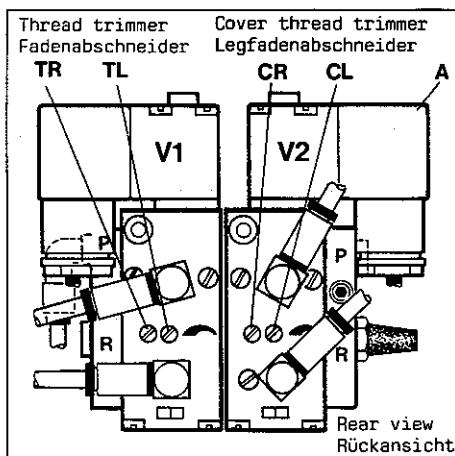
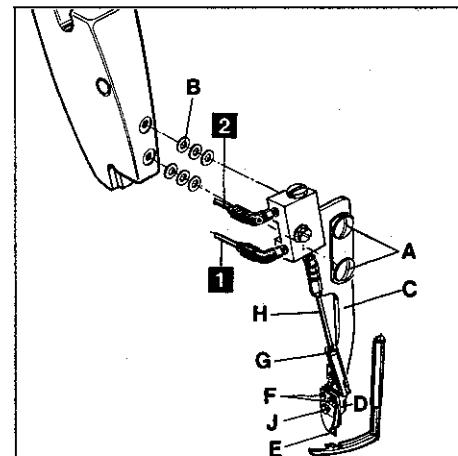

Fig.62
Fig.63
6.1 Keep power and air supply of cover thread trimmer disconnected by loosening the securing screw and pulling-out plug (A, Fig. 62) on valve (V2) and by disconnecting the PA-tubes (1 and 2, Fig. 63) on the air cylinder of the trimmer. Insert the ten prong plug of the thread trimmer drive on the motor. Switch-on the motor. Switch-on the air supply on toggle lever valve under the table board. Sew and cut the looper and the needle threads with fabric under the presser foot. The machine stops with needles in up position. Switch-off motor and air supply.
Hint: Also with the cover thread trimmer not yet assembled to the head cover, the needles can be set to up position as described. Assemble the cover thread trimmer with two screws (A, Fig. 63) and four or six washers (B) on the head cover (K) of the machine. Use the washers only in pairs and only so many that the holder (C) of the cover thread trimmer will not contact the head cover (K). Temporarily only snug screws (A) and make sure that the cover thread trimmer does not damage the spreader.
6.1 Trennen Sie den Legfadenabschneider von der Strom- und Luftzufuhr durch Lösen der Sicherungsschraube und herausziehen des Steckers (A, Fig. 62) am Ventil (V2) und durch Lösen der PA-Schläuche (1 und 2, Fig. 63) am Luftzylinder des Abschneiders. Stecken Sie den 10 poligen Stecker des Fädenabschneider-Antriebs am Motor ein. Schalten Sie den Motor ein. Schalten Sie die Luftzufuhr am Kippebelventil unter der Nähischplatte ein. Nähen Sie und schneiden Sie den Greifer- und die Nadelfäden im Stoff ab. Die Maschine näht mit den Nadeln in Hochstellung. Schalten Sie Motor und Luftzufuhr aus.
Hinweis: Auch wenn der Legfadenabschneider noch nicht am Kopfdeckel angebracht ist, können die Nadeln, wie beschrieben, in Hochstellung gebracht werden. Montieren Sie den Legfadenabschneider mit zwei Schrauben (A, Fig. 63) und vier oder sechs Scheiben (B) an den Kopfdeckel (K) der Maschine. Verwenden Sie die Unterlagscheiben nur paarweise und nur so viele, daß der Halter (C) des Legfadenabschneiders am Kopfdeckel (K) nicht anliegt.
6.2 Loosen the two screws (F, Fig. 63), fastening the trimmer to holder (C) and set it so that it clears the spreader with sewing thread size. Rotate the pulley manually several times when making this adjustment and check the clearance of the trimmer to spreader and needle holder. Retighten screws (F).
6.3 The tip of the movable thread catch knife (D, Fig. 63) should be flush with the fixed knife (E). For adjustment loosen nut (G) and turn connecting rod (H) accordingly. Use two open-end wrenches with 4 mm (5/32 in.) size of jaw for making this adjustment. Retighten nut (G).
6.4 The clamping pressure for the top cover thread and the cutting pressure of the knives can be adjusted with screw (J, Fig. 63) if required. Reconnect the cover thread trimmer to power and air supply.
6.2 Lösen Sie die beiden Schrauben (F, Fig. 63) mit denen der Abschneider am Halter (C) befestigt ist und stellen Sie ihn so, daß er zur Legerspitze mit Nähgarnstärke freigeht. Drehen Sie bei dieser Einstellung die Handrad-Riemenscheibe mehrmals von Hand durch und überprüfen Sie die Freigängigkeit des Abschneiders zum Leger und zum Nadelkopf. Ziehen Sie die Schrauben (F) wieder an.
6.3 Die Spitze des beweglichen Fadenfängermessers (D, Fig. 63) soll mit dem feststehenden Messer (E) bündig sein. Zur Einstellung lösen Sie die Mutter (G) und drehen die Schubstange (H) entsprechend. Verwenden Sie zur Einstellung zwei Gabelschlüssel mit 4 mm Schlüsselweite. Ziehen Sie die Mutter (G) wieder an.
6.4 Der Klemmdruck für den Oberlegfaden und der Schneiddruck der Messer kann, bei Bedarf, mit der Schraube (J, Fig. 63) eingestellt werden. Schließen Sie den Legfadenabschneider wieder an der Strom- und Luftzufuhr an.
The speed for the movement of the thread trimmer mechanism to the left for cutting is regulated with screw (TL, Fig. 62) and the speed for the movement to the right in home position is regulated with screw (TR) on valve (V1).
The speed for the movement to open the movable thread catch knife on the cover thread trimmer is regulated with screw (CL, Fig. 62) and the movement for clamping and cutting the thread is regulated with screw (CR) on valve (V2).
Die Geschwindigkeit für die Bewegung des Fadenabschneidermechanismus nach links zum Schneiden wird mit der Schraube (TL, Fig. 62) und für die Bewegung nach rechts in die Ruhestellung mit der Schraube (TR) am Ventil (V1) reguliert.
Die Geschwindigkeit für die Bewegung zum Öffnen des beweglichen Fadenfängermessers am Legfadenabschneider wird mit der Schraube (CL, Fig. 62) und die Bewegung zum Klemmen und Abschneiden des Fadens mit der Schraube (CR) am Ventil (V2) reguliert.